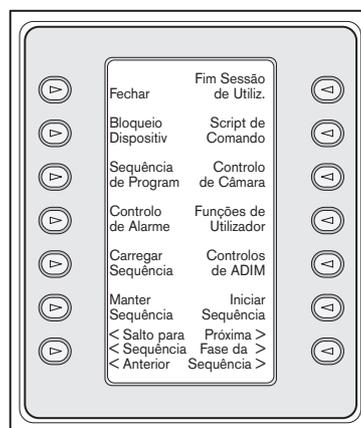

FIGURA 4-2 Menu de controlo principal Allegiant
- Quando iniciar a sessão, o ecrã apresenta o menu *Controlo principal Allegiant* tal como na FIGURA 4-2.